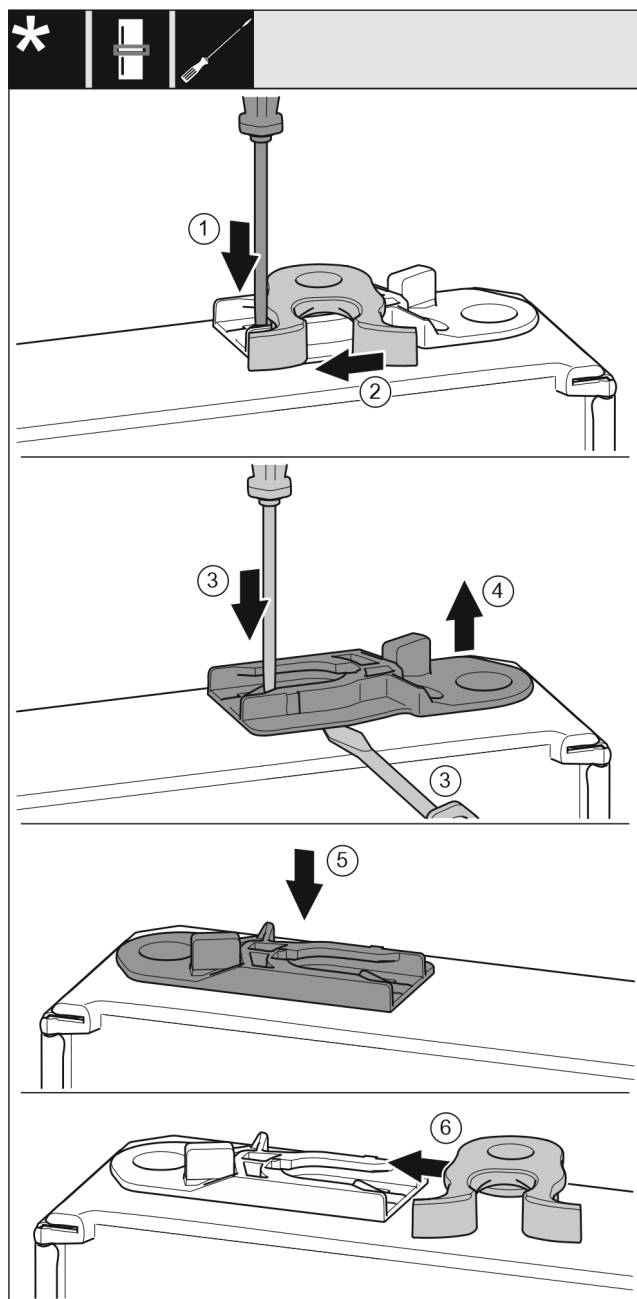

Fig. 20
- Plochým šroubovákem přitlačte lamelu Fig. 20 (1) dolů.
- Vytáhněte petlici Fig. 20 (2) z vedení.
- Vytáhněte vodící pouzdro Fig. 20 (3, 4): Stiskněte jazýček šroubovákem a současně plochým šroubovákem zajed'te pod vodící pouzdro.
- Vodící pouzdro Fig. 20 (5) přiložené v příslušenství zasuňte na druhé straně pláště.
- Petlici Fig. 20 (6) zasuňte do vedení.